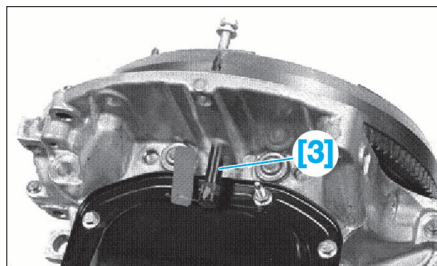

FIG. 2
- Insérer l'outil [3] dans le trou situé dans le carter chapeau du vilebrequin (Fig.2).
- Immobiliser le volant moteur à l'aide de l'outil [3] (Fig.2).
- Déposer la vis de fixation de roue dentée de vilebrequin (Fig.2).